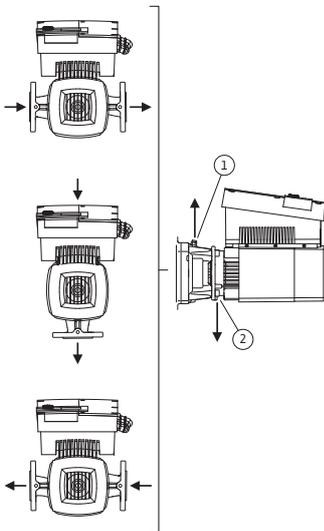

Fig. 22: posiciones de montaje admisibles con eje del motor horizontal
Las posiciones de montaje admisibles con eje del motor horizontal aparecen representadas en la Fig. 22. Cualquier posición de montaje es admisible, excepto montar el módulo electrónico orientado hacia abajo. La purga de la bomba sólo queda garantizada si la válvula de ventilación se orienta hacia arriba (Fig. 22, pos. 1). Sólo en esta posición se pueden evacuar de forma controlada los condensados producidos a través del orificio existente (Fig. 22, pos. 2).